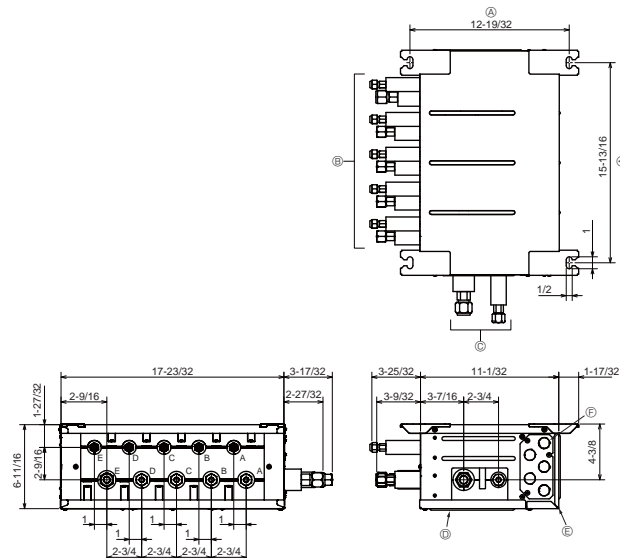

Fig. 4-2
#### ■ PAC-MKA51BC (Fig. 4-2)
- (1) Instale los pernos de suspensión (adquiridos localmente) con la separación especificada (Fig. 4-2, 4-3).